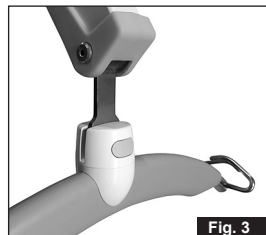

Fig. 3
3. Check at den gule knap vender tilbage til låsepositionen ved at kontrollere at den gule knap flugter med løftebøjleens dæksel. Check også at løftebøjlen kan svinge frit. (fig. 3).